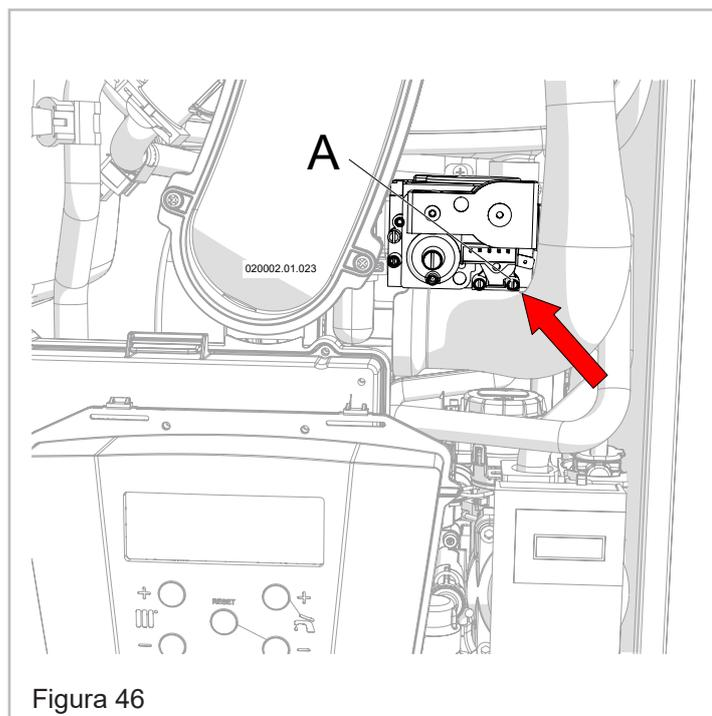

Figura 46
3. - Afloje la toma de presión "A" (Figura 46);
15. - Cierre la toma de presión "A" en la Figura 46;